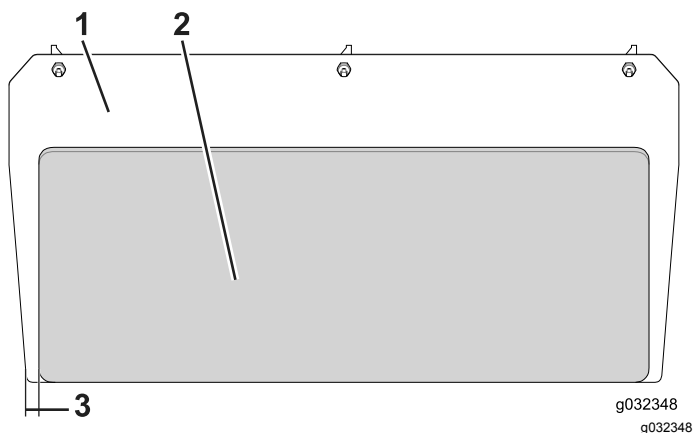

図 4
4. 防熱シールドの裏紙をはがしてリアパネルのエンジン側の面に貼り付ける 図 4。
注 リアパネルシールドは、プレートの幅方向の中央に張り付け、左右にそれぞれ 29 mm の余白を残してください 図 4。